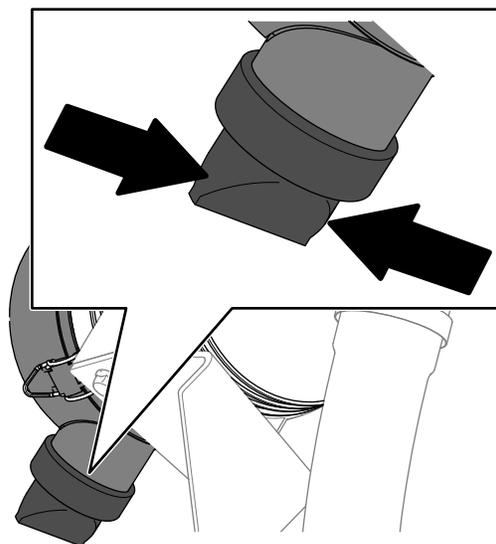

Рисунок 114
5. Сожмите клапан удаления пыли (Рисунок 114).